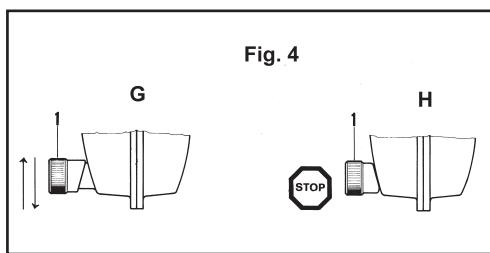

Fig. 4
Балансир оснащен системой ручной блокировки (Рис.4): поверните втулку (1) до позиции (H), чтобы остановить вращение барабана; поверните втулку(1) до позиции (G), чтобы обеспечить нормальную работу..